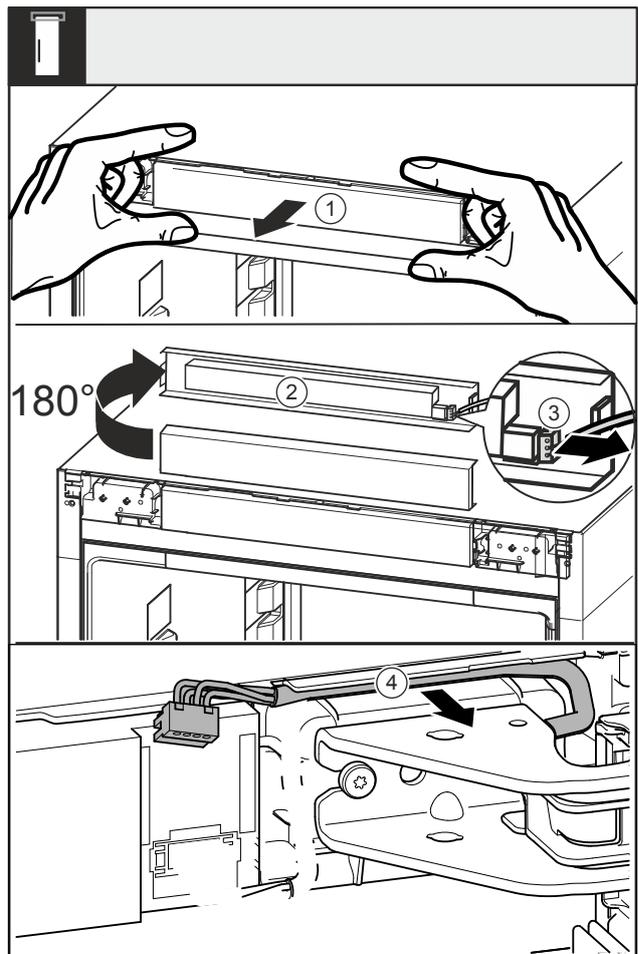

Fig. 16
- ▶ Blende Fig. 16 (1) nach vorne lösen.
- ▶ Blende Fig. 16 (2) nach oben um 180° drehen.
- ▶ Rastnase am Stecker Fig. 16 (3) nach hinten drücken und den Stecker vorsichtig herausziehen.
- ▶ Kabel Fig. 16 (4) über Lagerbock aus der Führung lösen.